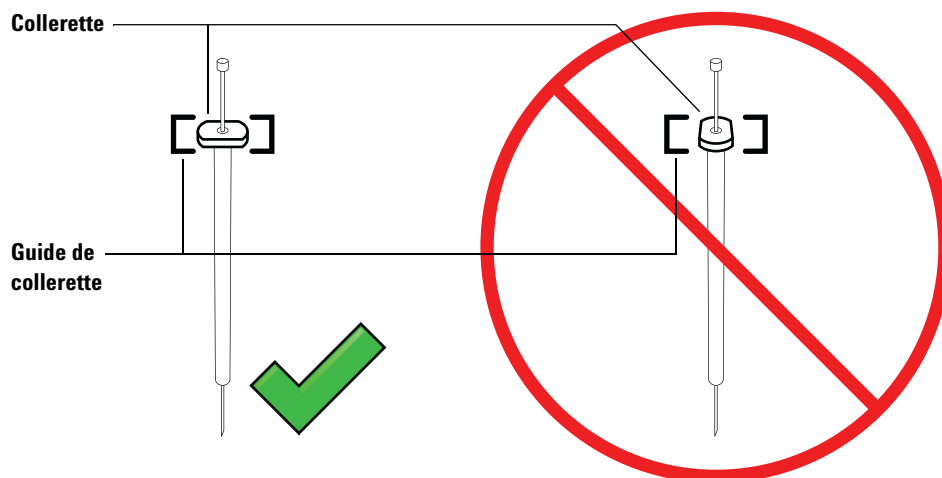

Figure 33 Orientation de la collerette de la seringue
- 7 Aligned la collerette de la seringue avec le guide de collerette, puis appuyez sur la seringue pour la mettre en place tout en maintenant l'extrémité de l'aiguille dans l'orifice de guidage du pied du support d'aiguille. Assurez-vous que le côté plat de la collerette de la seringue soit visible (Figure 33).